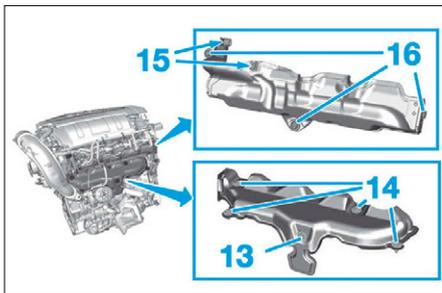

FIG. 66
- la vis longue (13) (Fig.66),
- les vis courtes (12),